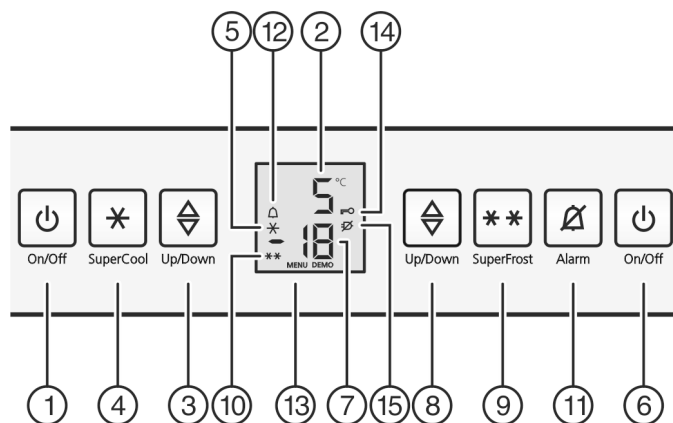

Fig. 2
- ▶ Stiskněte tlačítko On/Off mrazničky *Fig. 2 (6)*.
- ▶ Stiskněte tlačítko On/Off chladničky *Fig. 2 (1)*.
- ▶ Zapnutí seřizovacího režimu: Stiskněte tlačítko SuperFrost *Fig. 2 (9)* asi na 5 sekund.
- ▷ Na displeji se zobrazí Symbol menu *Fig. 2 (13)*.
- ▶ Potvrďte krátce tlačítkem SuperFrost *Fig. 2 (9)*.
- ▷ Na displeji svítí Symbol dětské pojistky *Fig. 2 (14)*.
- ▶ Stiskněte krátce tlačítko On/Off mrazničky *Fig. 2 (6)*.
- ▷ Symbol dětské pojistky *Fig. 2 (14)* zhasne.
- ▶ Stiskněte tlačítko Alarm *Fig. 2 (11)*.
Současně bliká ukazatel teploty a symbol Alarm *Fig. 2 (12)*.
Výstražný bzučák se vypne automaticky, symbol Alarm *Fig. 2 (12)* se vypne a ukazatel teploty přestane blikat, když je teplota zase dostatečně nízká.